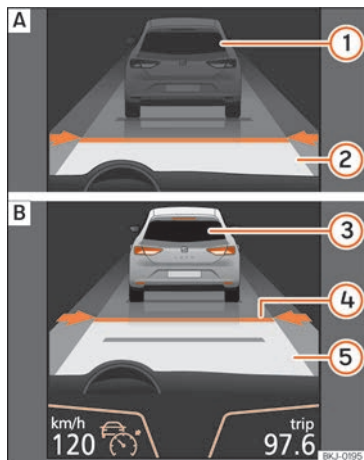
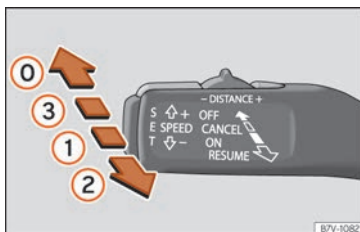

Fig. 262 En la pantalla del cuadro de instrumentos: (A) ACC inactivo (Standby). (B) ACC activo.
Fig. 264 A la izquierda de la columna de la dirección: tercera palanca para manejar el control adaptativo de velocidad.
Indicaciones en la pantalla » » » **fig. 262:**
trumentos se ilumina el testigo de control verde (ACC) y en la pantalla se muestra la velocidad programada y el estado del ACC » **fig. 262.**
desea incrementar o disminuir la velocidad en intervalos de 1 km/h [0,6 mph], desplace la palanca hacia la posición ② » fig. 264 o pulse la tecla **SET** respectivamente.
La velocidad programada puede modificarse con el vehículo detenido o durante la conducción según se desee. Cualquier modificación en la velocidad programada se visualizará en la parte inferior izquierda de la pantalla del cuadro de instrumentos » fig. 262.
- Para activar el ACC, con la tercera palanca situada en la posición ① se debe pulsar la tecla **SET** o se debe desplazar la tercera palanca del ACC hasta la posición ② » fig. 264. En ese momento la imagen del ACC en la pantalla del cuadro de instrumentos pasará a modo Activo » fig. 262.
Para desconectar el ACC desplace la palanca a la posición ① » fig. 264 (encastrada). En ese momento aparece el texto **ACC desactivado** y la función queda completamente desactivada.
Si no se desea desconectar el ACC sino pasarlo de forma temporal a modo inactivo (Standby), desplace la tercera palanca a la posición ③ » fig. 264 o pise el pedal del freno.